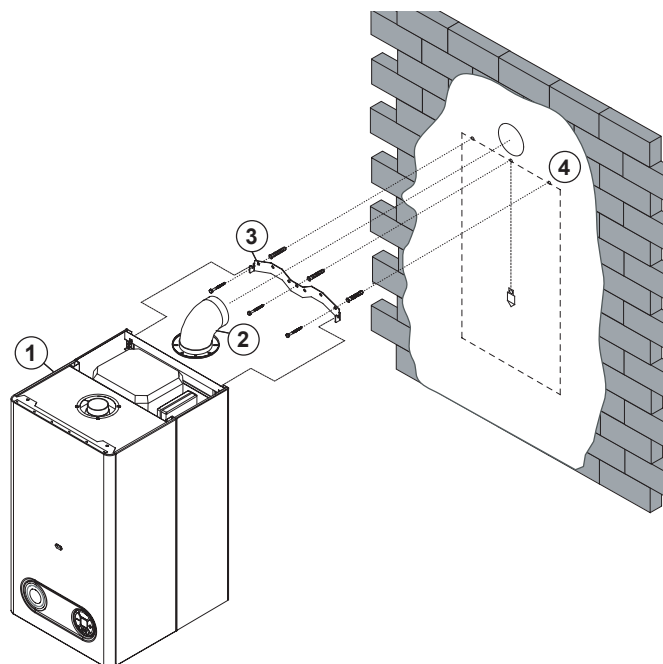

fig. 12
Procedura de fixare (fig. 12):
1. Pentru a monta bara de fixare a cazanului (face parte din livrarea standard) marcați printr-o linie pe peretele corespunzător partea de sus a centralei (fig. 12, poz. 4). Folosiți un boloboc.
2. Pe linia marcată montați bara de fixare (fig. 12, poz. 3) și printr-o găurire ei marcați semnele necesare, unde trebuie găurite locuri pentru șuruburi. Înșurubați și strângeți bine bara de fixare pe perete.
3. Dacă veți instala cazanul cu versiunea pentru tiraj forțat (KTZ), atunci în cazul evacuării orizontale (fig. 12, poz. 2) amenajați prin fațadă ieșirea tubulaturii coaxiale (vezi dimensiunile de racordare a cazanului).